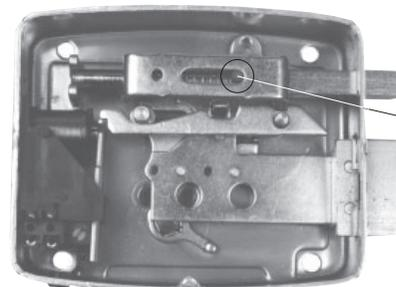

Fig.1
- La électro-serrure est conçue pour les portes lourdes. Pour réduire l'effort de fermeture, pour les portes légères, retirez simplement le boulon rouge **fig. 1**.
- Das Schloss ist für schwere Toren ausgelegt. Entfernen Sie bei leichten Toren einfach die rote Schraube **Abb. 1**.
- Замок подготовлен для тяжелых ворот. Чтобы уменьшить усилие закрывания на легких воротах, просто удалите красную шпильку **рис. 1**.